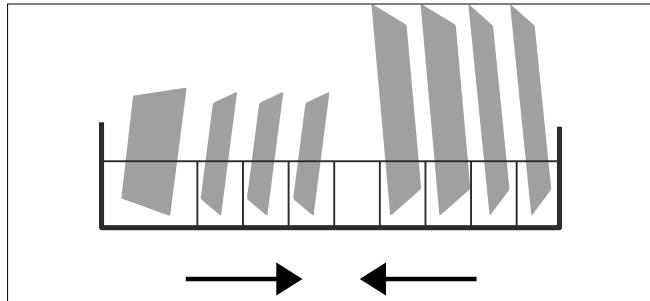

Fig. 16 – Carga de la cesta para vajilla
- ▶ Cargue la cesta para vajilla (6) según se muestra en el ejemplo de la Fig. 16. La flecha indica la dirección de inserción.